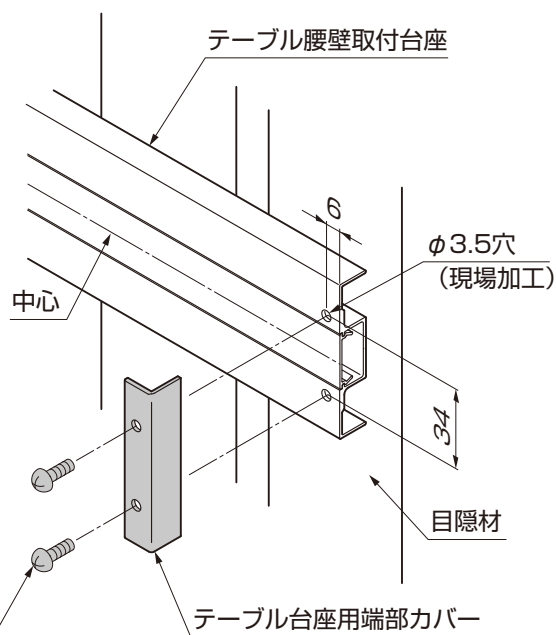

図2-5
② テーブル腰壁取付台座にφ3.5の下穴をあけ、テーブル台座用端部カバーを【43-1】で取付けてください。(図2-5参照)